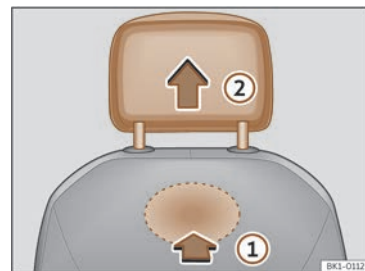

Fig. 71 Tetiera față: demontarea.
- Pentru deblocarea tetierei, identificați butonul de sub tetieră și apăsați în direcția indicată de săgeată >>> fig. 71 ①.
- Demontați tetiera în direcția indicată de săgeată ②.